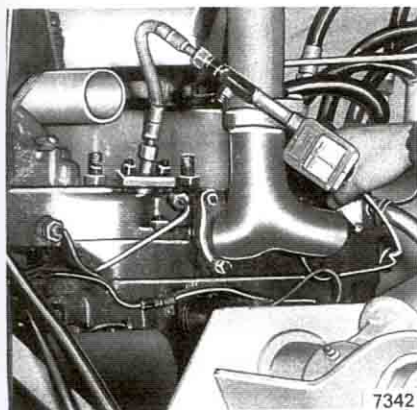

Fig 10. Mätning av kompressions-tryck.
2. Skruva fast kompressionsmätaren på insprutarnas plats i tur och ordning, se fig 10 och kör runt motorn med startmotorn tills högsta utslag erhålls på mätaren. Som riktvärde för kompressionstrycket gäller 28 kp/cm^2 . Avvikelser från detta värde kan förutom vad som sägs i punkt 3 nedan bero på motorns inkörningsgrad, temperatur, smörjoljans viskositet, batteriets kondition, mätmetod etc. Jämnheten mellan cylindrarnas kompressionstryck är dock viktigt och variationen bör inte överstiga 10 %.